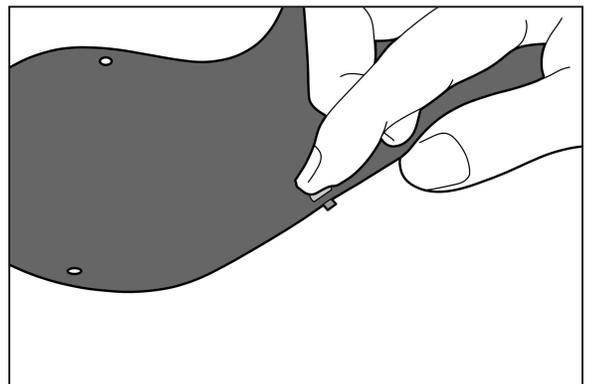

Abb. 3
Führen Sie (1) M3 PHS durch das Loch, wobei der Schraubenkopf auf der Innenfläche liegt. Halten Sie den Schraubenkopf mit der Fingerkuppe fest (Abb. 3).